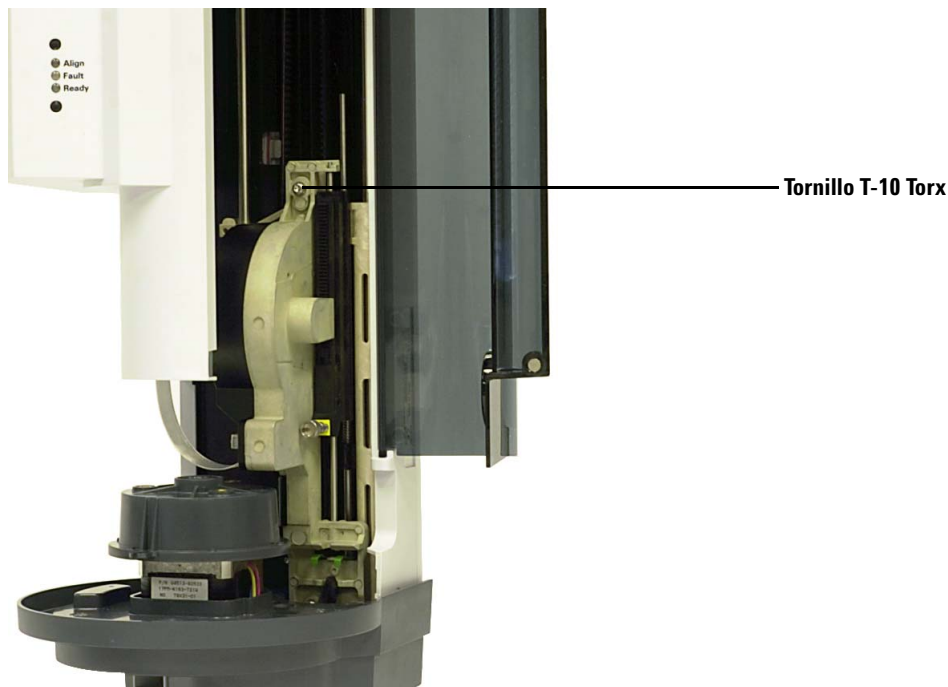

Figura 107 Instalación del tornillo T-10 Torx en la parte superior del conjunto de soporte de la jeringa
- 14** Apriete fuertemente el tornillo T-10 Torx en la parte superior del conjunto de soporte de la jeringa (Figura 107).